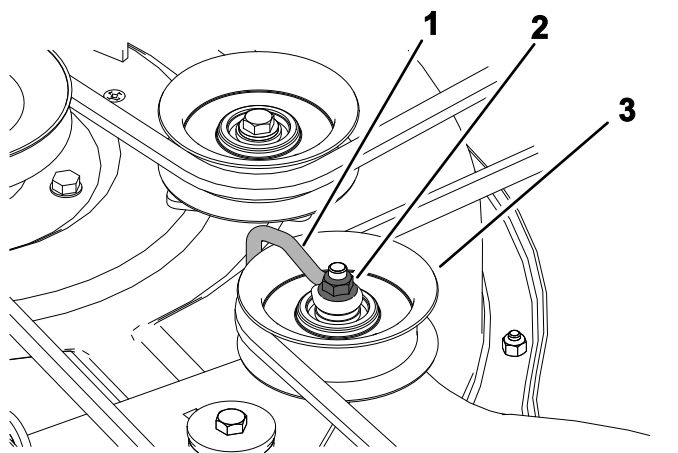

Figura 56
6. Carcasas troqueladas: afloje la tuerca que sujeta el soporte de alambre a la polea tensora (Figura 56).
Nota: Coloque el soporte de alambre contra el brazo tensor, tal y como se muestra en la Figura 56.